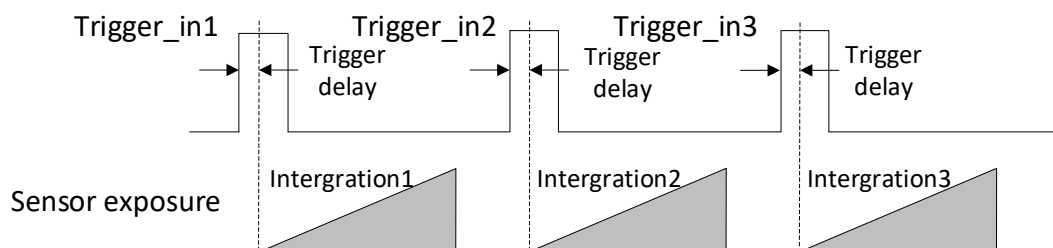

图3-37 信号延迟原理
3. 根据实际需求设置触发延迟时间，单位为  $\mu\text{s}$ 。默认为 0，即接收输入信号后立即触发设备采图。关于触发延迟的原理，如图 3-37 所示。